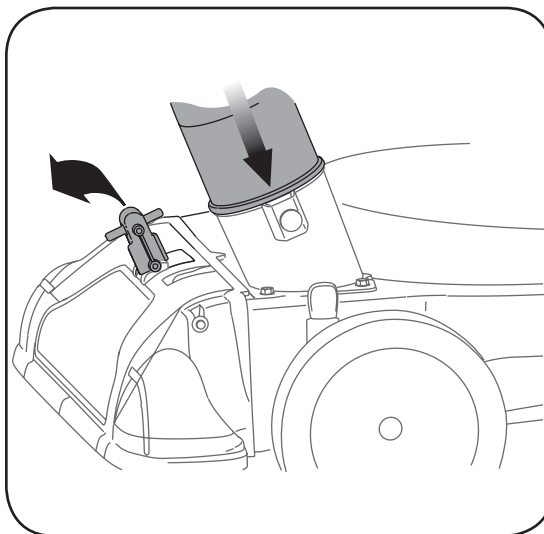

Figura 4-6
1. Coloque la manija del pico / manguera de la aspiradora en la posición de la base del pico para volver a dirigir la aspiración al montaje de la manguera. Vea la figura 4-6.
2. Para operar el ensamblado de la manguera, el perno con resorte debe estar en el segundo agujero del adaptador de la misma. Vea la figura 4-6.